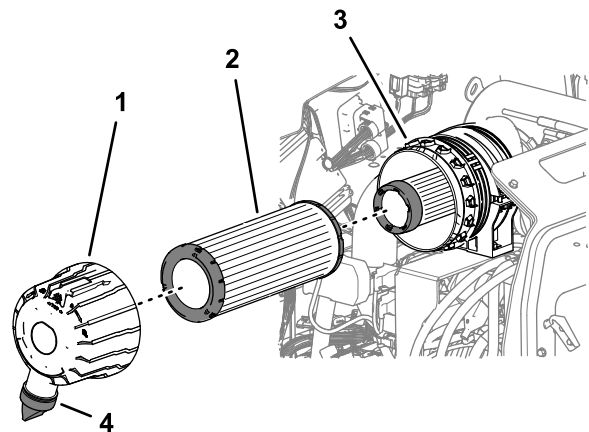

Bild 53
3. Entfernen Sie den Hauptluftfilter (Bild 53).